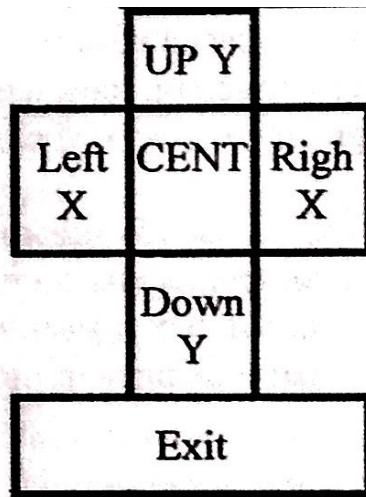

Рис. 3. Меню «Поиск центра»
3. После этого на экране появится окно поиска центра или кромки заготовки, где будет доступно следующее меню (Рис. 3):
1. Для поиска центра необходимо сначала на генераторе соответствующий переключатель переключить в положение «Поиск центра» (на переключателе возможны два положения «Поиск центра» и «Рез»). Далее в окне управления станком выбираем пункт меню «CENTR EDgE». После этого на экране появится окно поиска центра или кромки заготовки. В данном окне будет доступно меню «Поиск центра» (Рис. 3):